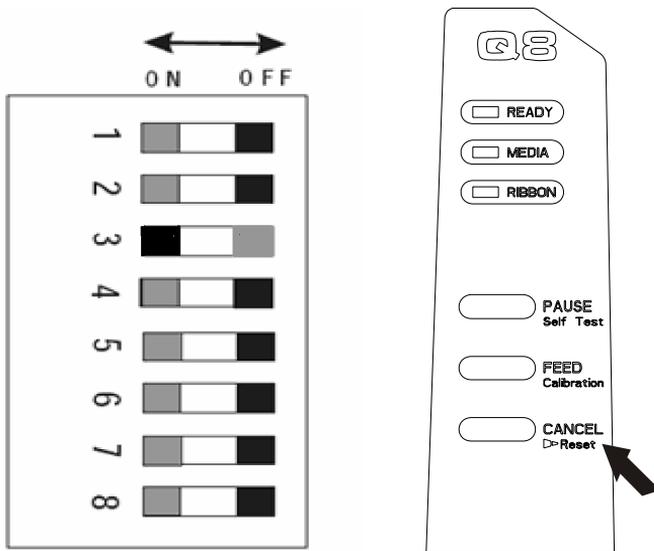

图 6-6
5. 将打印机后面 DIP 开关 3 拨到 ON 状态。（图 6-6）
7. 对切刀进行复位（即：长按“Cancel”键约 4 秒钟，待“READY”、“MEDIA”和“RIBBON”3 个指示灯同时闪烁后，松开按键，并再次按下（短按）“Cancel”键，就完成了切刀复位）。（图 6-6）